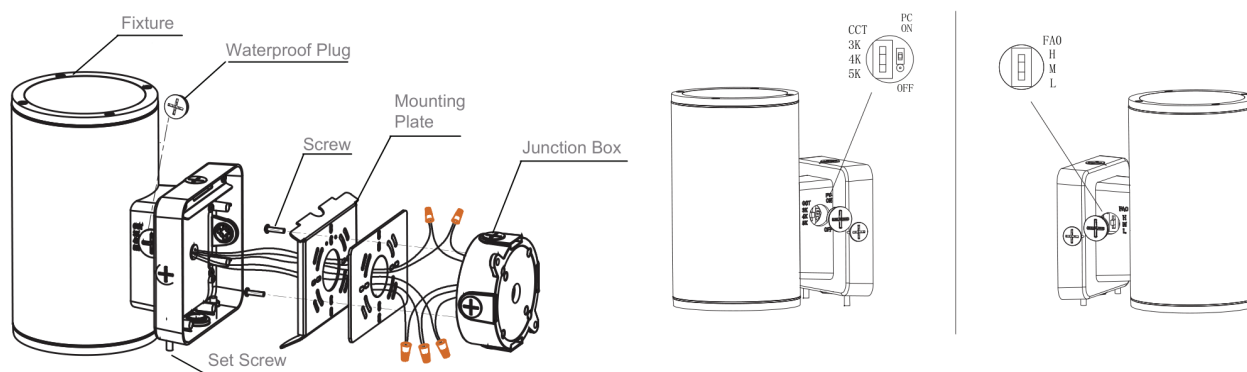

Figure 1 - Cylindre simple
1. Retirer les bouchons étanches à l'aide d'un tournevis cruciforme (non fourni). Voir la figure 1.